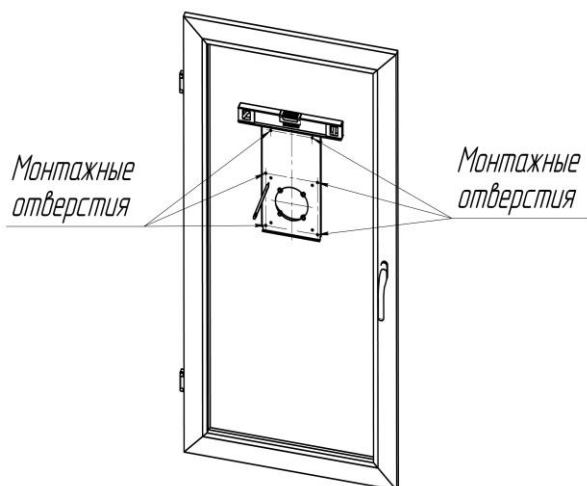

Рис. 16
3. Приложите монтажную пластину, совместив вентиляционное отверстие в панели с отверстием монтажной пластины. Выровняйте панель по уровню и разметьте места сверления крепежных отверстий, см. Рис. 16.